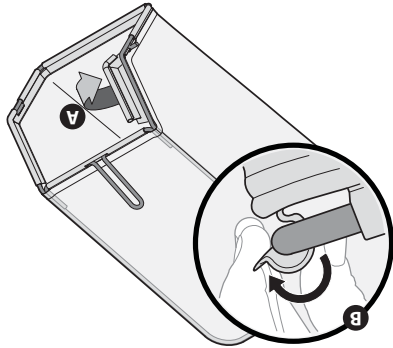

Figure 2-8
1. Procédez comme suit pour installer le sac à herbe sur la tondeuse s'il n'est pas déjà installé. Vérifiez que le sac à herbe est bien à l'endroit avant l'assemblage (l'étiquette d'avertissement doit se trouver sur l'extérieur). Voir la Figure 2-8.